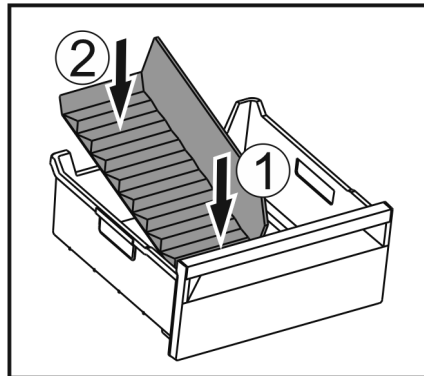

Fig. 154
- ▶ Поставете предната част на разделителя на отделението за лед. Fig. 154 (1)
- ▶ Спуснете задната част на разделителя на отделението за лед до дъното на чекмеджето. Fig. 154 (2)